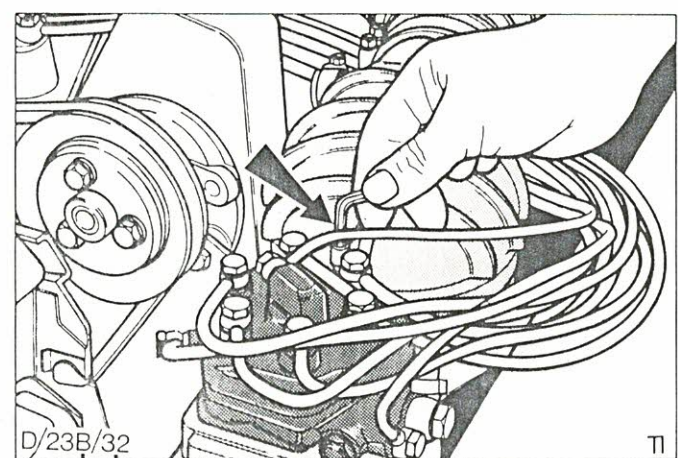

Abb.72 Einstellung der Gemischregulierung mit Innensechskantschlüssel
9. Mit einem 3 mm Inbusschlüssel, die Gemischregulier- und Leerlaufdrehzahl-Einstellschraube auf korrekten CO-Wert bei vorgeschriebener Drehzahl einstellen, Abb.72.